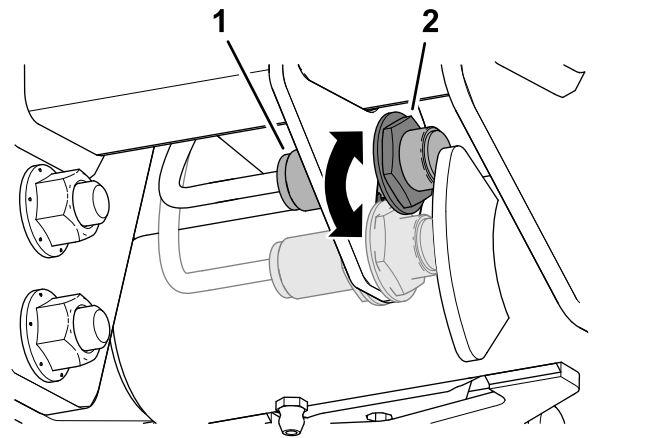

Figura 54
3. Slăbiți contrapiulița care fixează comutatorul braului de ridicare pe placuța cu comutatoare (Figura 54).